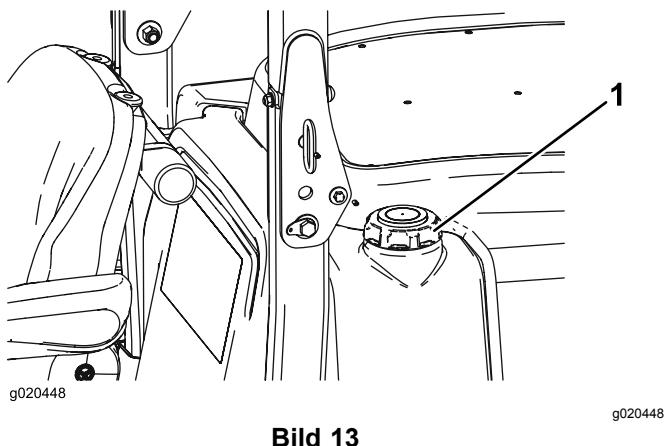

Bild 13
3. Schrauben Sie den Tankdeckel ab (Bild 13).